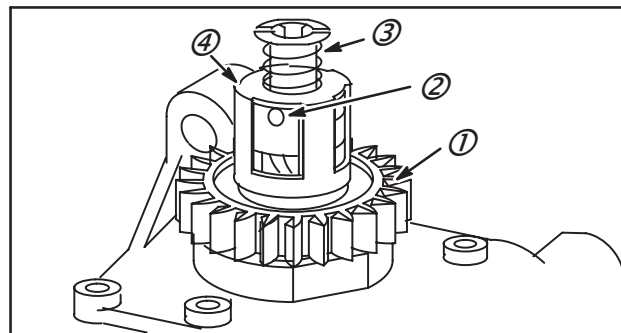

Fig. 42
Remontage de l'entraînement du démarreur, Fig. 42
1. Procéder à l'inverse du démontage. Monter le pignon avec les attaques de dents comme indiqué en Fig. 42.
3. Enfoncer une goupille neuve à travers l'arrêtior et l'arbre du rotor, la fente de la goupille étant positionnée comme indiqué (2). La goupille doit être centrée dans l'axe à 0,8 mm près. **REMONTER UNIQUEMENT AVEC LA GOUPILLE NEUVE.** Ressort optionnel (3), arrêtior (4).